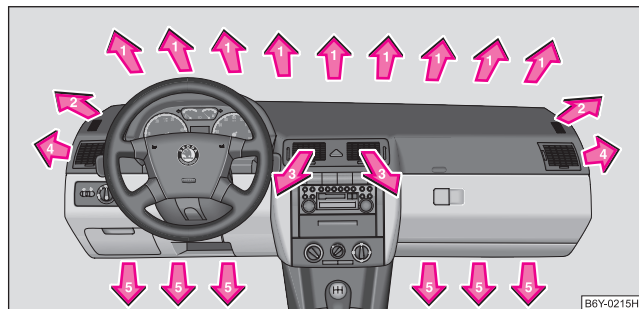

Fig. 88 Gurile de ventilație a aerului
- Comutatorul (B) în poziția 4
- Regulatorul distribuției aerului (C) în poziția
- Gurile de ventilație 4 ⇒ pagina 100, fig. 88 deschise și îndreptate spre geamurile laterale
- Comutatorul (B) în poziția 2
- Porniți răcirea apăsând pe tasta (E).
- Comutatorul (B) în poziția dorită
- Gurile de ventilație 3 și 4 ⇒ pagina 100, fig. 88 deschise
- Opriți recircularea aerului apăsând pe tasta (D)
- Opriți răcirea apăsând pe tasta (E)